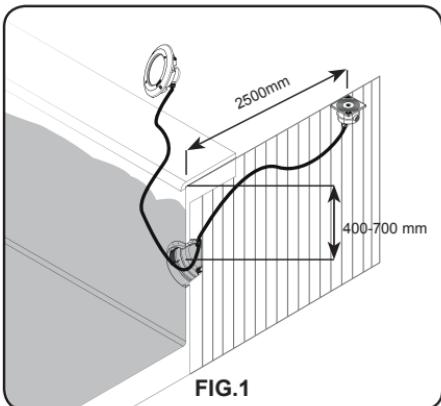

FIG. 1
2. Estrarre l'insieme della lampada e parte del proiettore al bordo della piscina. (Questa operazione è opportunamente spiegata in dettaglio nel manuale del proiettore) (Fig. 1).
2. Extraia o conjunto formado pela lâmpada e parte do projector até ao borde da piscina (esta operação é descrita por menorizadamente no manual do projector) (Fig. 1).